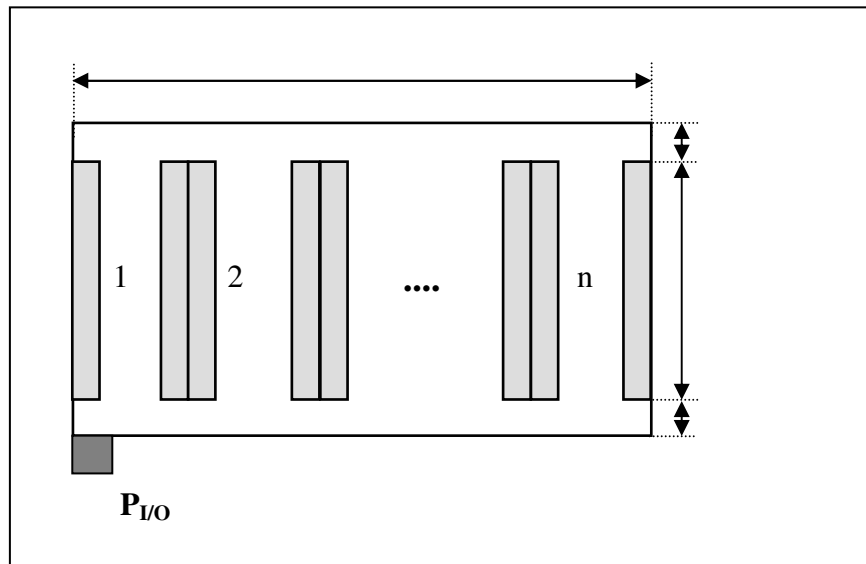

Figura 1. Layout della zona di stoccaggio (“n” = numero di corridoi)
- layout della zona di stoccaggio riportato in figura 1;